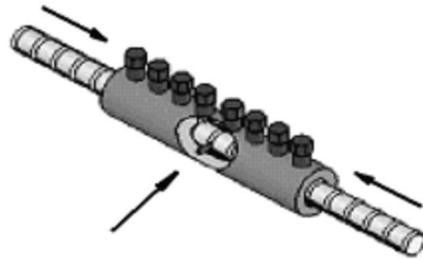

Figura 3
Paso 3: Ingrese la varilla en la manga LENTON LOCK hasta tocar el pin de ubicación en el centro de la manga (ilustrado en la Figura 3). Es necesario que las varillas toquen el pin de ubicación en el centro de la manga.